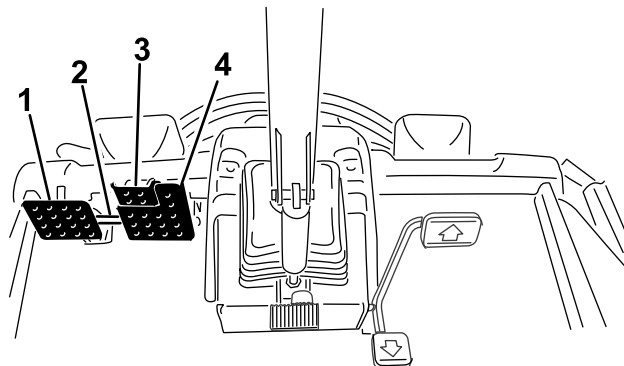

Figure 30
- Déconnectez le verrou de blocage des pédales (Figure 30).